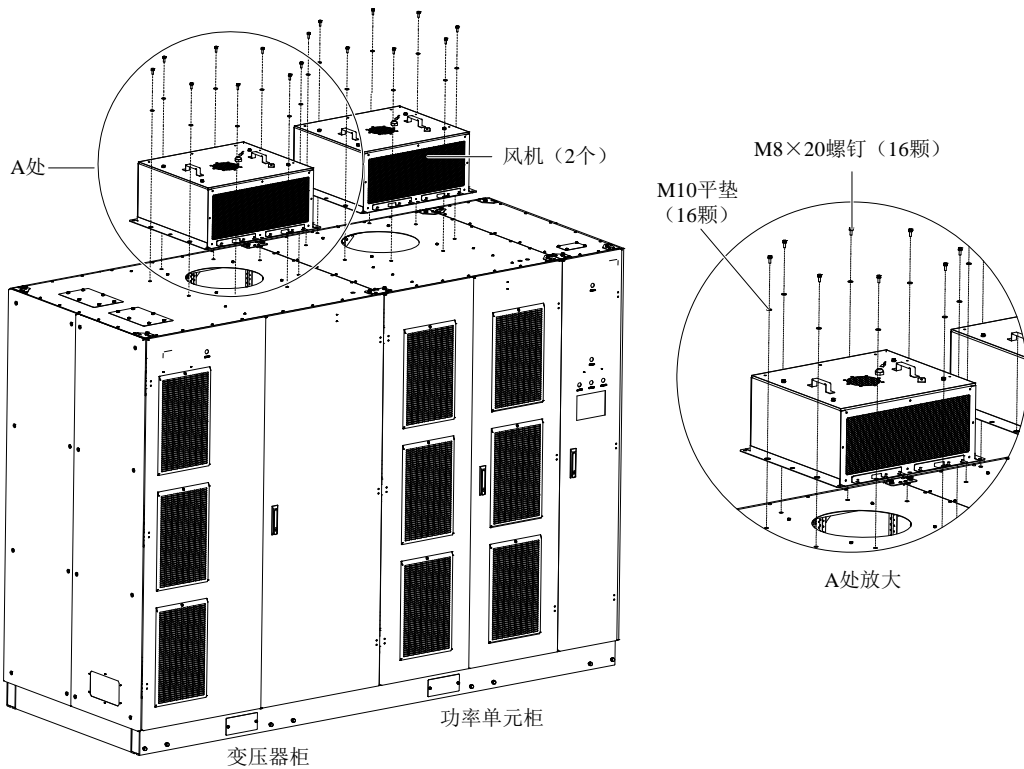

图2-25 安装柜顶风机
2. 拆除风机组件外包装，双人或使用工装将风机抬上柜顶，并放在刚拆除的风机挡板位置的正上方。注意确保风机组件底部孔位与柜顶孔位完全重合，然后用 M8×20 螺钉将风机固定在柜顶，如图 2-25 所示。